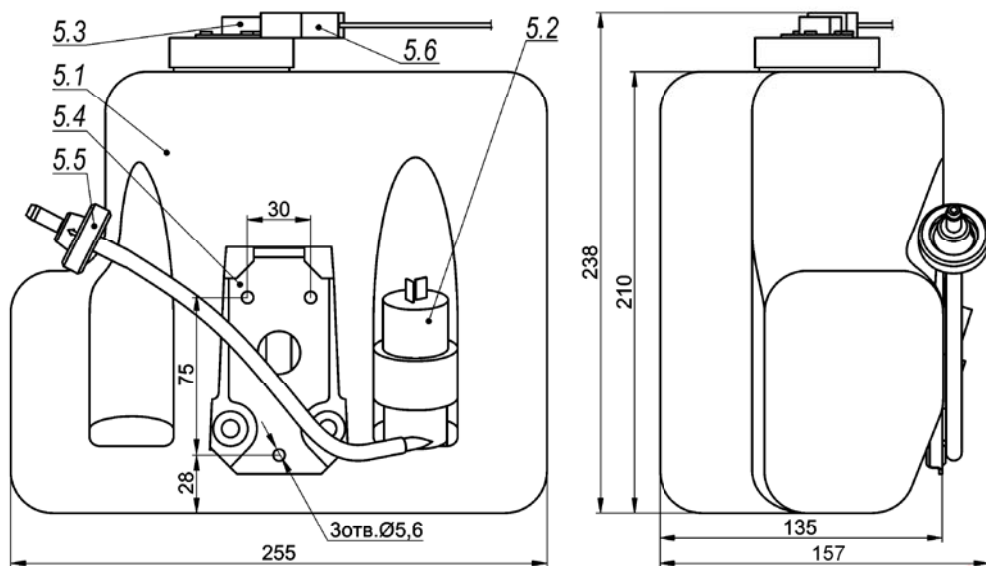

Рис.2 Состав и габаритные размеры бачка омывателя
- 6. Габаритные размеры ..... см. рис.2